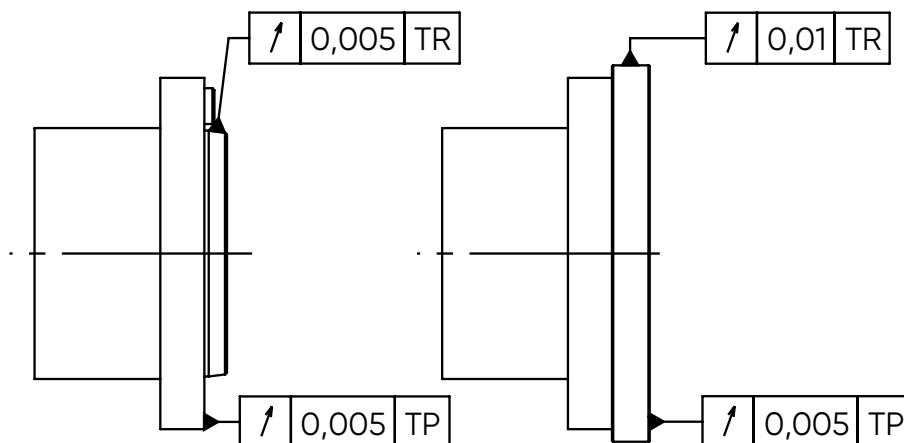

Fig. 3-2: Controllo dell'oscillazione radiale e assiale
- Passo 2** Portare il tubo di trazione (2) nella posizione più avanzata e avvitare l'adattatore (3) sul tubo di trazione, dopo aver coperto la filettatura con una pasta in rame per prevenire la formazione di ruggine/il grippaggio.
- Passo 3** Fissare la flangia intermedia (4) sul mandrino della macchina (se il mandrino di serraggio non è avvitato direttamente al mandrino della macchina) e controllare l'oscillazione radiale e assiale secondo la Fig. 3-2 [...▶ 18]).
- Passo 4** Rimuovere la boccia di tenuta (1) dal mandrino di serraggio affinché in seguito (vedi passo 7) sia possibile svitare il dado scanalato (5).